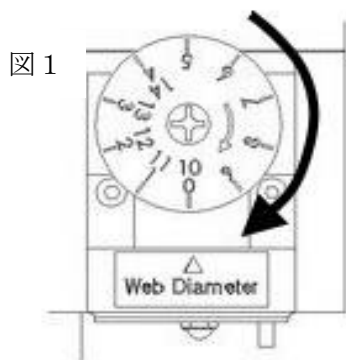

図 1
- 5) 本体中央の調整ダイヤル目盛を WebDiameter の矢印にエンドミルの刃の径に合った数値で合わせます (図1 = 次ページ)。 この際、目分量になりますが、エンドミルの刃径表示数値より大きくせず若干小さめのメモリに合わせてください。 例えばエンドミルの刃径が 7.2mm ならメモリを7くらいで合わせます。